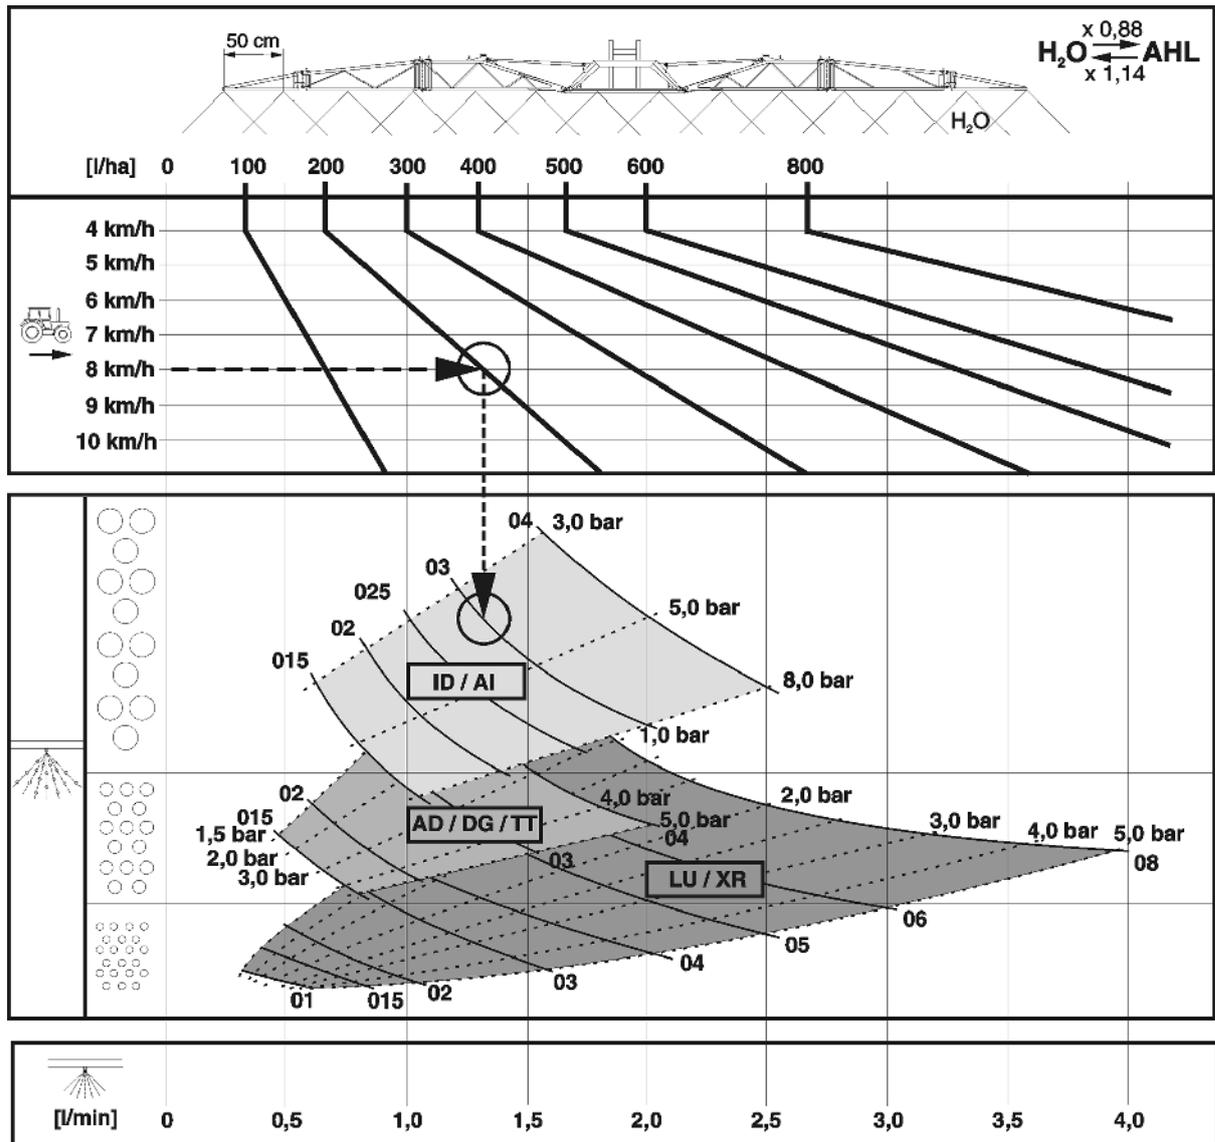

Fig. 210
- La Fig. 210 sirve para seleccionar el tipo de tobera más apropiado. El tipo de tobera viene determinado por